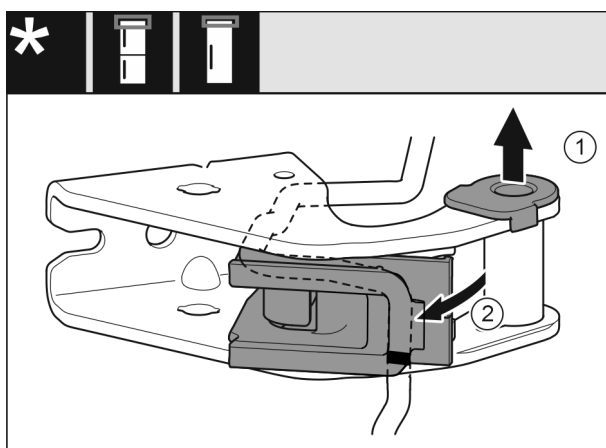

Fig. 26
- ▶ Trekk lagerbøssingen ut av føyningen. Fig. 26 (1)
- ▶ Sving kabelholderen ut. Fig. 26 (2)